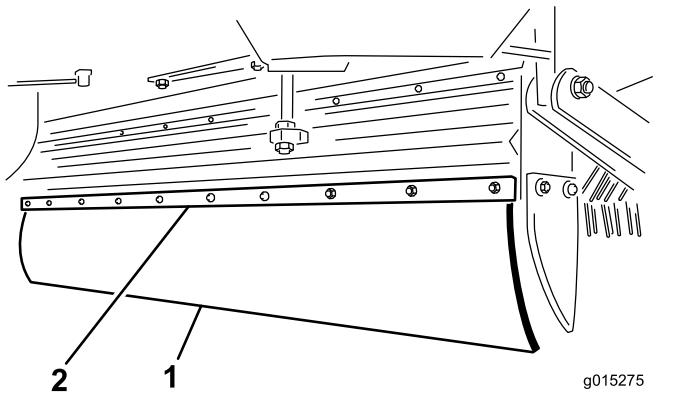

図 25
2. フラップおよびフラップリテーナ固定しているボルト、ワッシャ、ナット各10を外す図 25。